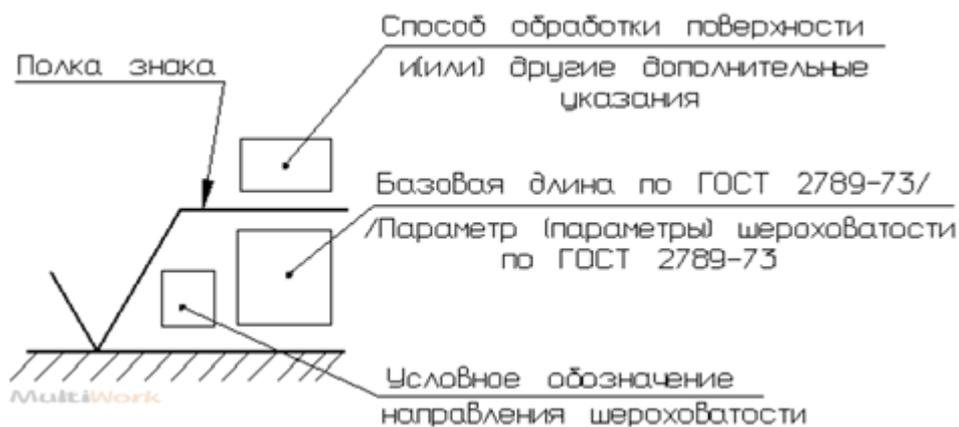

рис.4
6. Шероховатость поверхностей. Все мелкие неровности называются шероховатостью поверхностей. Она указана в графической части чертежа или в верхнем правом углу документа. Например, обозначение шероховатости может выглядеть вот так (рис. 4):